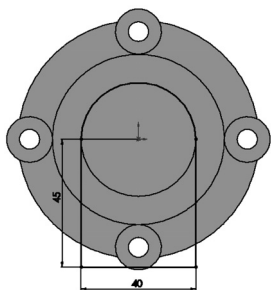

图 7-91 绘制凸台草图 2
2) 绘制凸台草图 2。单击“草图”控制面板中的 $\text{L}$  (直线) 按钮和 $\odot$  (圆) 按钮, 或选择菜单栏中的“工具”→“草图绘制实体”→“直线”和“圆”命令, 绘制凸台草图 2, 如图 7-91 所示。